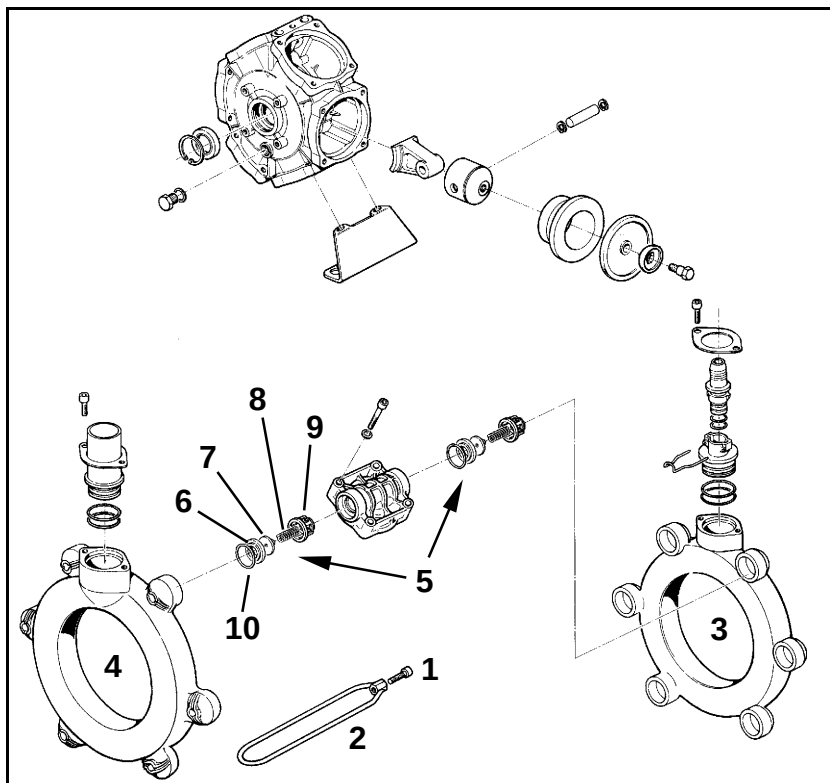

Fig. 225
- Vérifiez la position de montage des clapets côté aspiration et côté refoulement, avant de sortir les jeux de clapets (Fig. 225/5).
- Au remontage, veillez à ce que les guides (Fig. 225/ 9) ne soient pas endommagés. Leur endommagement peut provoquer le blocage des clapets.
- Les vis (Fig. 225/1) doivent être impérativement serrées en étoile et avec le couple de serrage indiqué. En ne respectant pas ces consignes, il y a risque de tensions contradictoires et donc de fuites.
2. Desserrez les vis (Fig. 225/1) et retirez l'étrier (Fig. 225/2).
3. Enlevez les tubes d'aspiration et de refoulement (Fig. 225/3 et Fig. 225/4).
4. Enlevez les jeux de clapets (Fig. 225/5).
5. Contrôlez l'état des sièges (Fig. 225/ 6), des clapets (Fig. 225/ 7) des ressorts (Fig. 225/ 8) des guides (Fig. 225/ 9) et retirez les joints toriques.
6. Retirez les joints toriques (Fig. 225/10).
8. Après les avoir vérifiés et nettoyés, remontez les jeux de clapets (Fig. 225/5).
9. Mettre en place des joints toriques neufs (Fig. 225/10).
10. Appliquez les conduits d'aspiration (Fig. 225/3) et de refoulement (Fig. 225/4) sur leur emplacement et fixez les avec les étriers (Fig. 225/2).
11. Serrez les vis (Fig. 225/1) en étoile avec un couple de serrage de **11 Nm**.